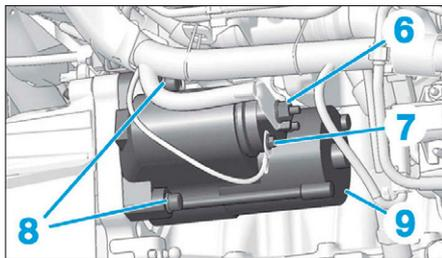

FIG. 13
- les agrafes (2) et (3).
- Ecarter l'écran acoustique (4) de l'agrafe (5).
- Déposer l'écran acoustique (4).
- Déposer les écrous (6) et (7) (Fig.13).
- Déposer les vis (8) puis le démarreur (9).